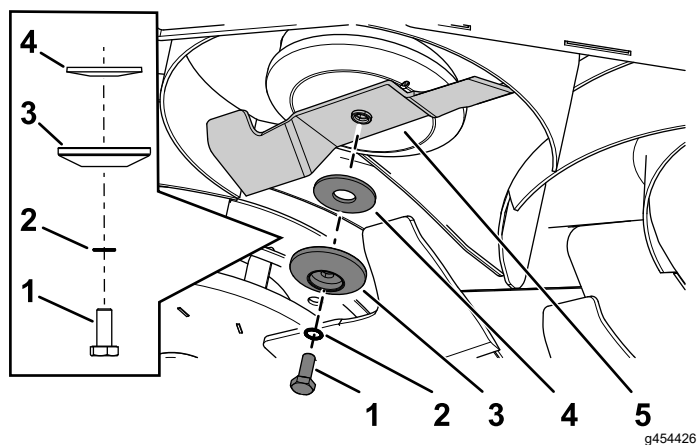

Figura 110
2. Montează lama utilizând urubul lamei îndepărtat anterior, aiba crestată, elementul de reinere al lamei și aiba curbată (Figura 110).